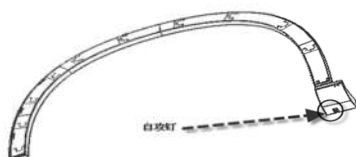

图 6-3-1 前轮眉的拆卸示意图
(1) 将轮眉与左右前轮挡泥板共用的自攻钉用十字螺丝刀拆下，如图 6-3-1 所示；
(2) 剩下为卡脚和卡扣配合，由靠近保险杠位置开始拆卸，依次往外方向(垂直车门方向)拉出；